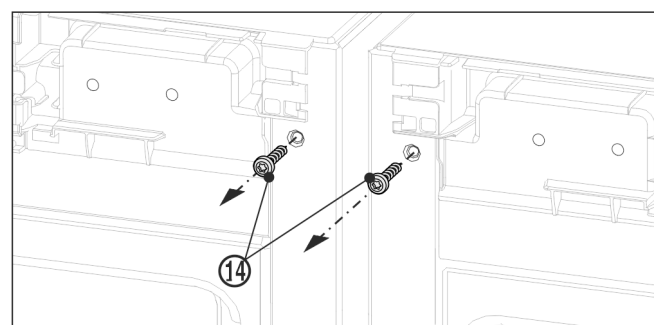

Fig. 9
- Avant le montage de l'équerre supérieure, dévisser les deux vis de terre Fig. 9 (14).